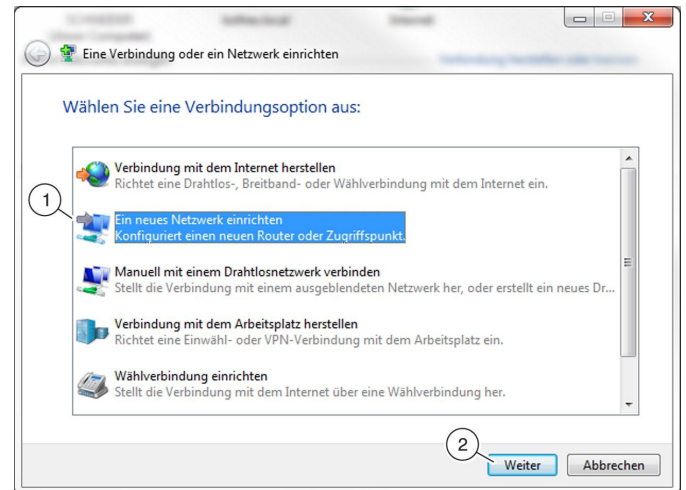

Abb. 51: Neues Netzwerk einrichten
- 3 ▶ „Ein neues Netzwerk einrichten“ (Abb. 51 /1) markieren und mit „Weiter“ (Abb. 51 /2) auswählen.